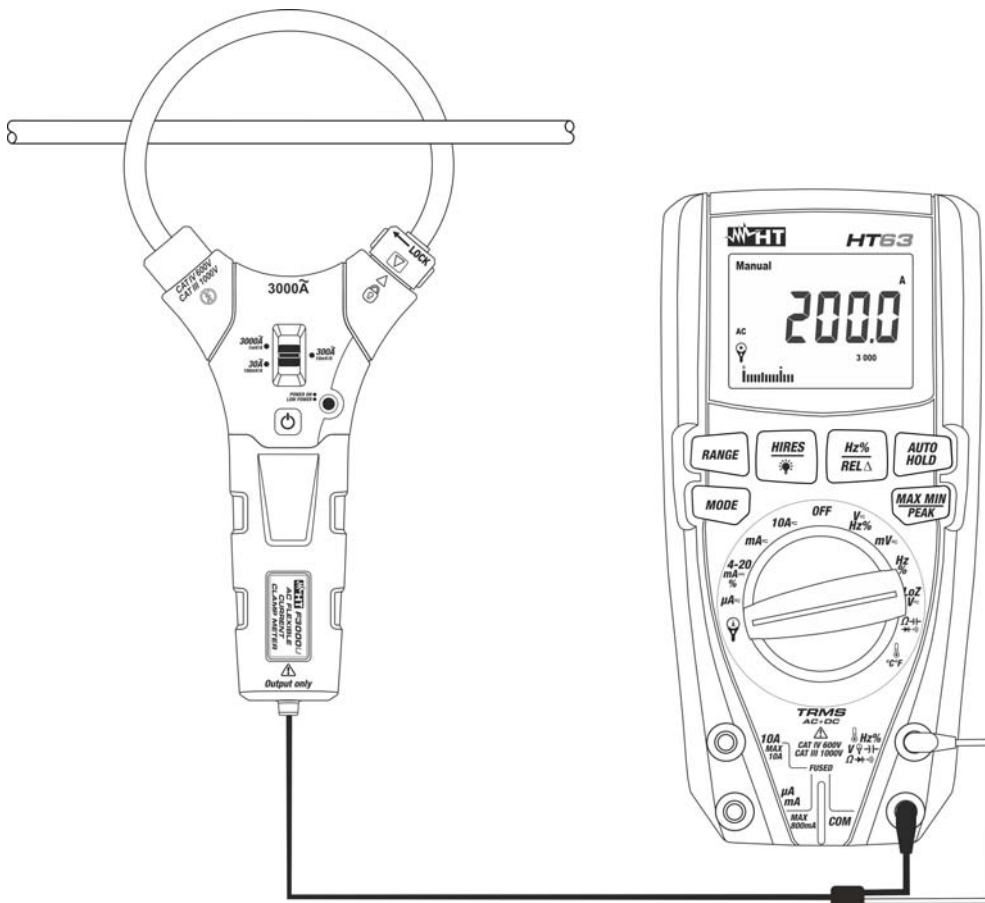

Fig. 3: Utilisation de l'instrument pour la mesure de Courant AC associé au modèle HT63
7. Ouvrir le tore et insérer le câble de phase au son centre du tore (voir la Fig. 3). La valeur de courant exprimée en A s'affiche à l'écran du multimètre